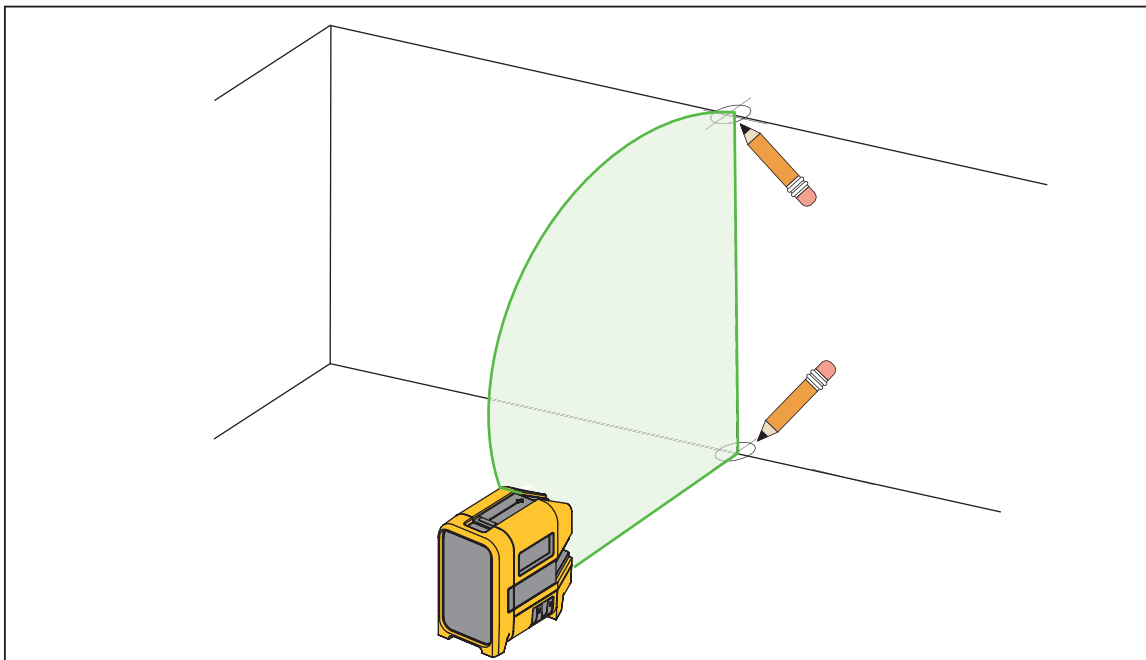

**Figura 2. Nuovo allineamento orizzontale o diagonale**
2. Accendere il laser orizzontale e puntarlo sull'area obiettivo. Vedere la figura 2.